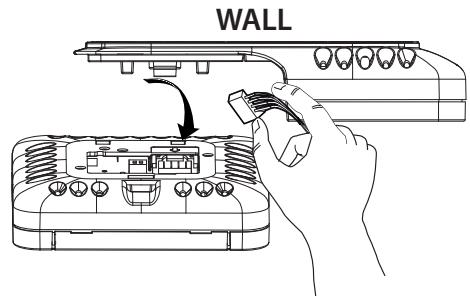

Fig. 8
- присоедините обратно 4x штырьковый разъем (Рис.8);
- plug the 4-pin connector back in (Fig. 8);